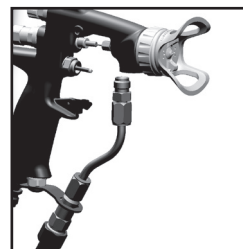

Fig. 14
11. Reposer le tuyau de produit et la gâchette. (voir fig. 14 & 13).